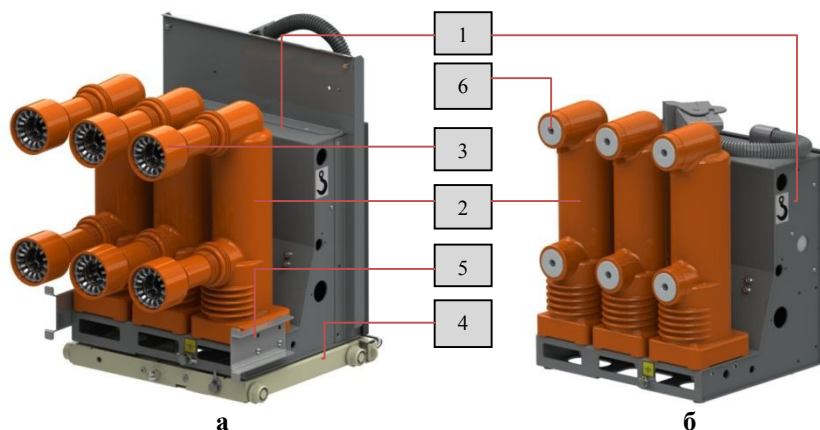

Рис. 1 Общий вид выключателей (а – исполнение М и Е, б – исполнение S):
1.3.1 Внешний вид и основные конструктивные элементы выключателей в выкатном (далее – М, Е) и стационарном (далее – S) исполнениях показаны на рис. 1.
Корпус выключателя (рис. 1) выполнен при помощи сварки из листового металла с лакокрасочным покрытием, который служит основанием для установки полюсов главной цепи и привода выключателя.